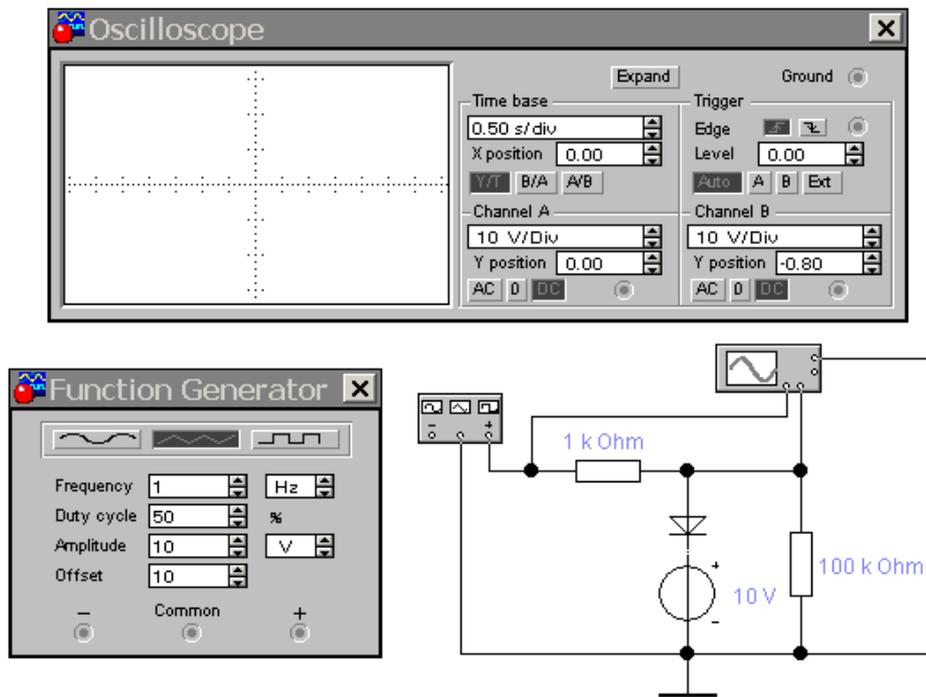

Рисунок 11.8 – Схема одностороннего диодного ограничителя напряжения
11.2.2 Открыть файл 01.ewb со схемой, приведенной на рис. 11.8.